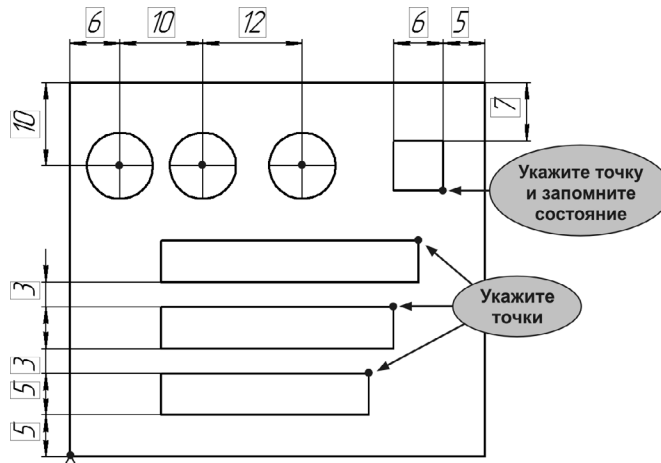

Рис. 62.11.
2. В ответ на запрос системы укажите курсором правый нижний угол квадратного паза — это базовая точка выравнивания (рис. 62.11).
4. Укажите угловые точки на прямоугольных пазах (рис. 62.11).